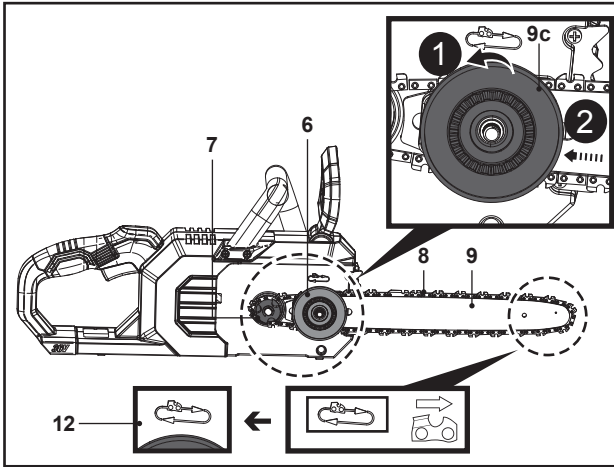

Fig. 3
**AVERTISSEMENT ! LE SENS DES MAILLONS DE LA CHAÎNE DOIT CORRESPONDRE À CELUI INDICÉ PAR LE SYMBOLE ET LA FLÈCHE SUR LE COUVERCLE DE LA TRONÇONNEUSE (12) !**
- Tourner la molette (9c) dans le sens inverse des aiguilles d'une montre pour régler le guide-chaîne (9) vers la gauche jusqu'à l'extrémité de la fente. Aligner l'ensemble composé de la chaîne (8) et du guide-chaîne (9) avec le pignon d'entraînement (7) et le boulon de fixation (6). Mettre la chaîne (8) autour du pignon d'entraînement (7), puis abaisser le guide-chaîne (9) pour l'installer sur le boulon de fixation (6) (Fig. 3, étapes 1, 2).